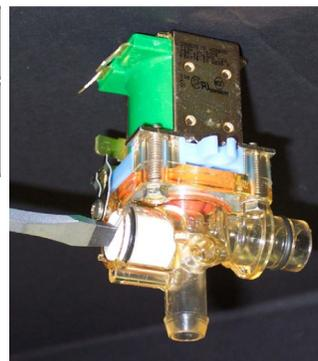

Рисунок 1: Регулировка
1. Ослабьте винт на металлическом кожухе. Поверните от регулировочного винта (рис. 1.).